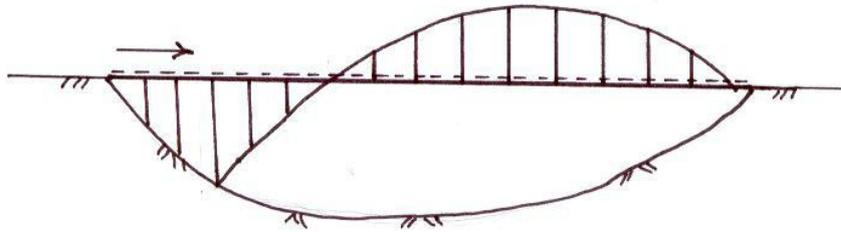

Fig. 15 Pont à tablier intermédiaire.
- Pont à tablier intermédiaire : (supérieur et inférieur) (fig. 15).